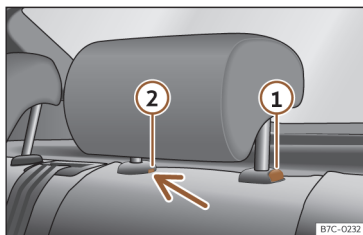

Abb. 88 Kopfstütze hinten: Ausbau.
- Drücken Sie die Taste >>> (Abb. 88) ① sowie gleichzeitig mit einem Schlitzschraubendreher (Breite max. 5 mm) in die Öffnung der Verriegelung ② und ziehen Sie die Kopfstütze heraus.